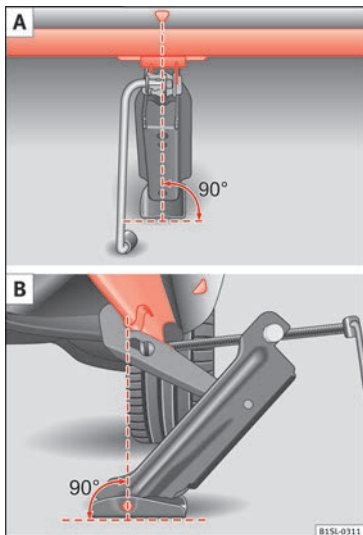

Abb. 56 Wagenheber hinten an der linken Fahrzeugseite angesetzt.
- Wagenheber nur an den beschriebenen Stellen ansetzen. Die Klaue des Wagenhebers muss den Steg des Unterholms sicher umfassen » **Abb. 56**.